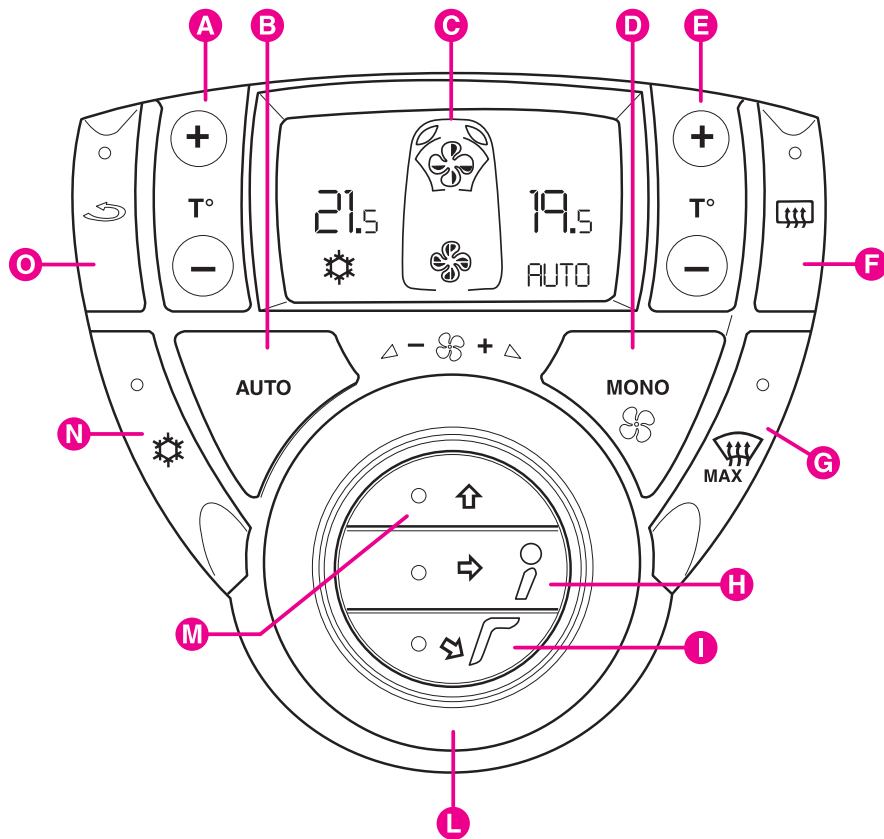

fig. 88
**Leyenda fig. 88**
• **alineación de las temperaturas lado conductor y lado pasajero (MONO) fig. 88 (para las versiones sin ventilación adicional):** esta función se activa presionando el pulsador **D** unificando las temperaturas del lado conductor y pasajero para obtener una temperatura homogénea en el habitáculo.